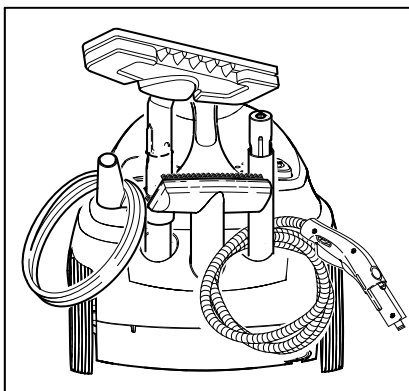

Рисунок 8
- ➔ Вставьте удлинительные трубки в большие отверстия для принадлежностей (см. рисунок 8).
- ➔ Вставьте ручную форсунку (E1) в средний держатель принадлежностей (см. рисунок 8).